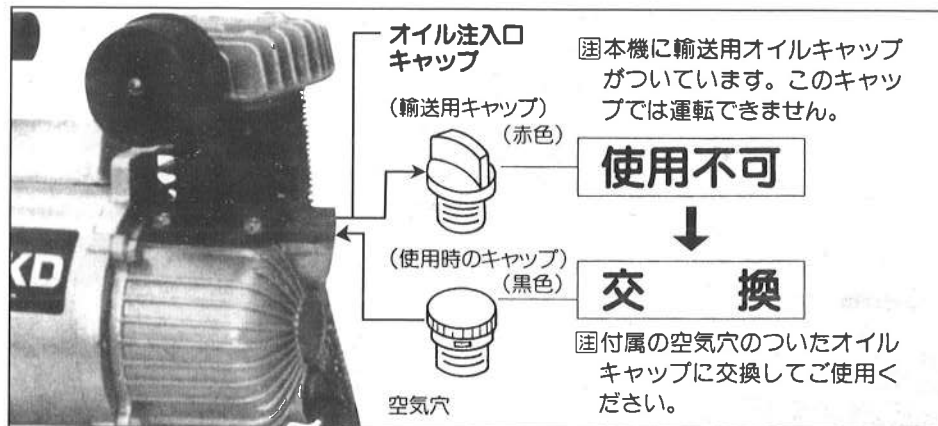

図2
- 因空気穴のないキャップのまま使用しますと正常な回転をしません、又、破損の恐れもあり、大変危険です。(図2参照)